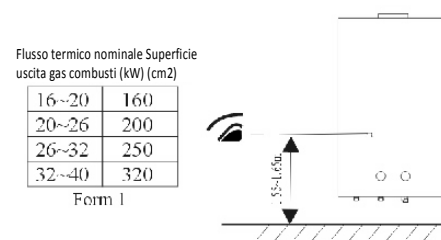

Fig.4
- La finestra di controllo di fiamma dello scaldabagno dev'essere all'altezza degli occhi (circa 1,55 m-1,65 m dal pavimento, Fig. 4). Tenere lontano da sostanze infiammabili (Fig. 5). Non installare o posizionare alcun oggetto a una distanza inferiore a 500 mm in verticale dallo scaldabagno.